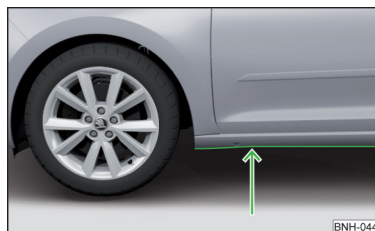

Fig. 108
- Înainte de traversarea zonei inundate, stabiliți adâncimea apei. Nivelul apei poate să ajungă maxim până la marginea inferioară a pragului » fig. 108.